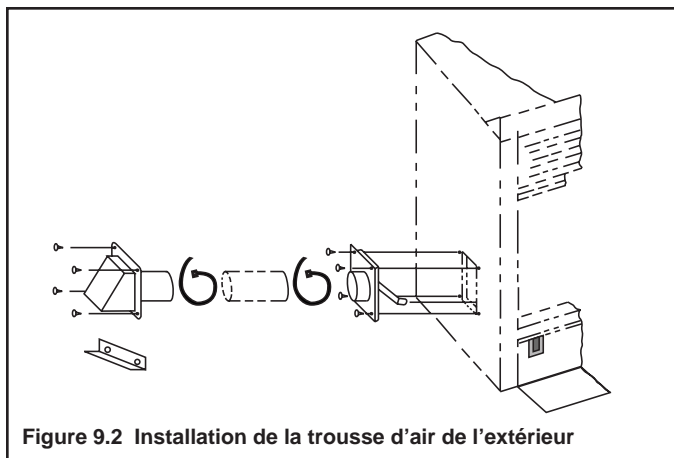

Figure 9.2 Installation de la trousse d'air de l'extérieur
- Fixez l'assemblage du registre à l'appareil en utilisant les vis fournies (voir la figure 9.2).